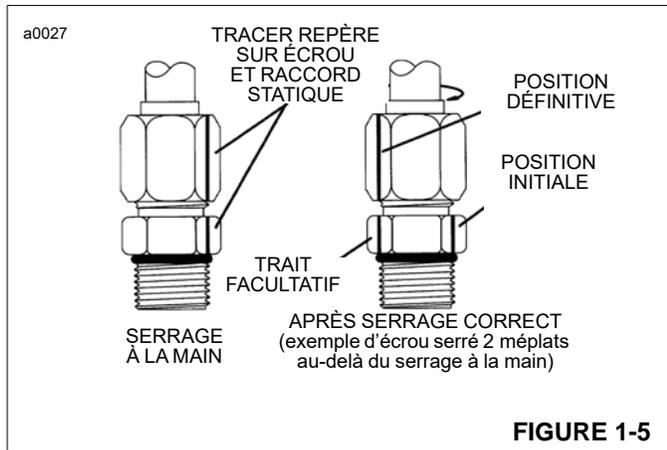

FIGURE 1-5
- (Facultatif, aux fins du serrage ultérieur de la même connexion) Prolonger le trait de l'écrou à son nouvel emplacement jusqu'à la partie hexagonale du raccord statique ou de l'orifice (Figure 1-5).